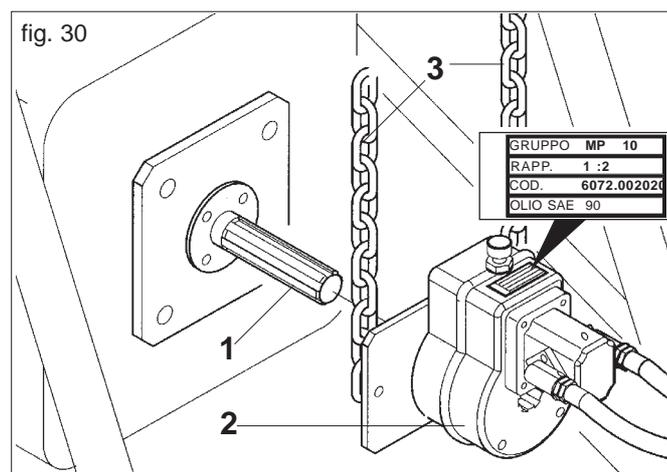

fig. 30
A motore spento e trattore bloccato, collegare correttamente tutti gli innesti rapidi. Pulire ed ingrassare la presa di forza del trattore (1 Fig. 30). Innestare il moltiplicatore (2) nella presa di forza dell'attrezzatura come in Figura 30. Verificare il corretto accoppiamento, bloccare la rotazione del moltiplicatore con le catene (3) agganciandole ad una parte fissa del trattore.